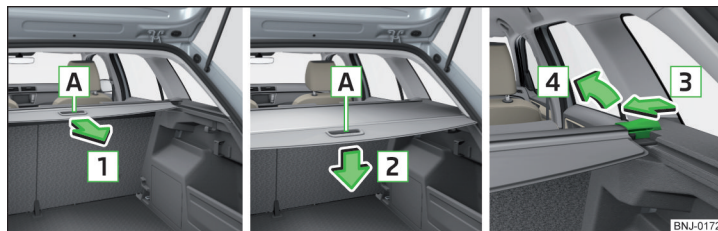

Fig. 109 Cubierta enrollable: extraer/enrollar/sacar
- » Coja la cubierta por el tirador [A] y extráigala en el sentido de la flecha [1] hasta el tope hasta que encastre de forma audible » fig. 109.
- Presione la cubierta en la zona del tirador **A** en el sentido de la flecha **2** » fig. 109. La cubierta se enrollará automáticamente. De esta manera la cubierta enrollada se puede extraer.
- Presione en el lado de la barra transversal en la dirección de la flecha **3** y saque la cubierta realizando en la dirección de la flecha **4** » fig. 109.
- Para **instalar**, retirar la cubierta del maletero enrollable » fig. 109 de la pág. 86 o abatir hacia adelante los respaldos de los asientos traseros » pág. 71.